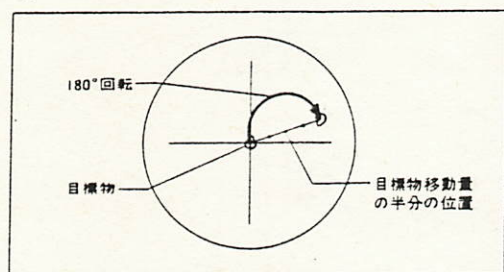

図12
- 3) ステージを半回転(約180°)させます。目標物の移動量の半分の位置に、十字線の交点が来るようにレボルバ心出し工具により対物レンズを移動します。(図12)